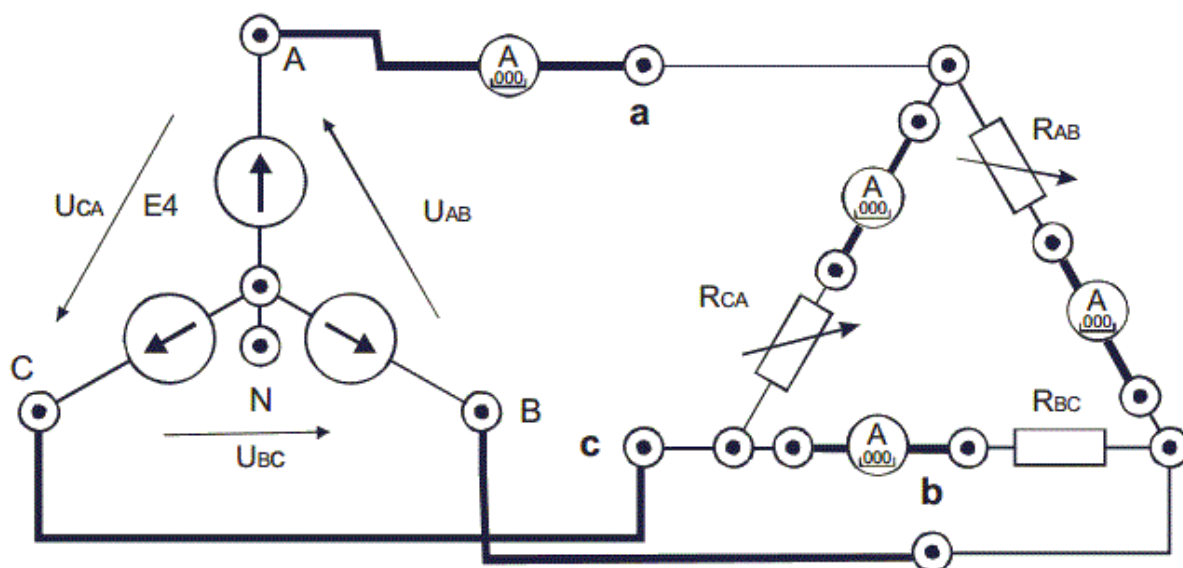

Рис. 1
3.3. В соответствии с рис. 1. Собрать схему трехфазной цепи при соединении потребителей в треугольник. Установить симметричную нагрузку. Для этого установить соответствующие тумблеры в позицию «1». Предъявить схему для проверки.